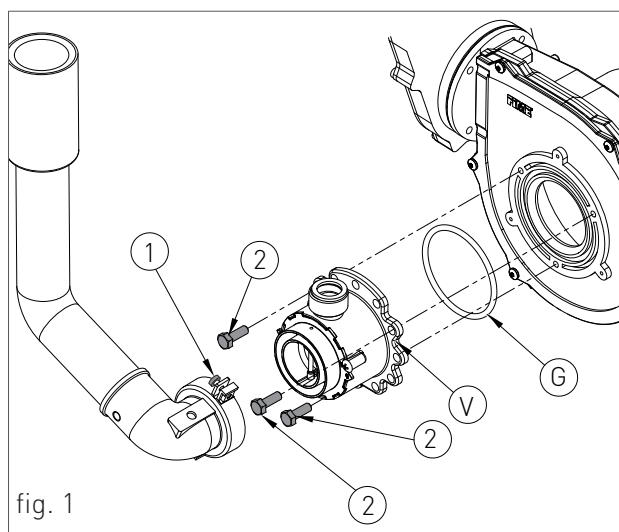

fig. 1
- › allentare le due viti '1' (fig.1) dalla boccola di fissaggio, e rimuovere il tubo di aspirazione aria;
- › svitare le tre viti di fissaggio '2' (fig.1) del venturi 'V' (fig.1) con una chiave da 10, tipo come in figura 2;
- › rimontare i componenti procedendo in senso inverso rispetto alle operazioni di smontaggio assicurandosi che venga rimontata la guarnizione 'G' come in fig.1;